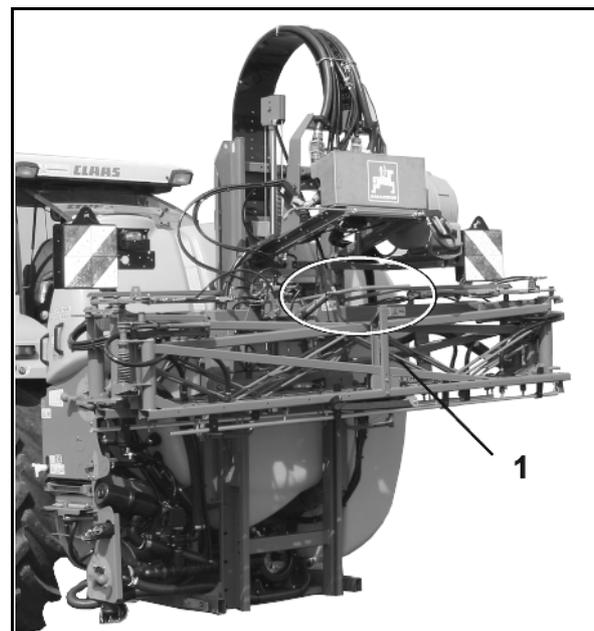

Fig. 42
2. Relevez le groupe de rampes en utilisant la touche de réglage en hauteur, jusqu'à ce que le verrouillage automatique de transport (Fig. 42 /1) libère le groupe de rampes (à peu près au 2/3 de la hauteur du bâti support de rampe).
Fig. 42 montre le blocage au transport déverrouillé.